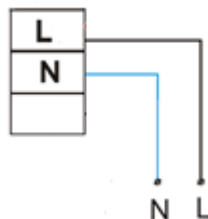

Рис.1
3.3 При подключении указателя по схеме на рис.1, указатели постоянного действия будут светиться и в рабочем режиме и в аварийном режим;